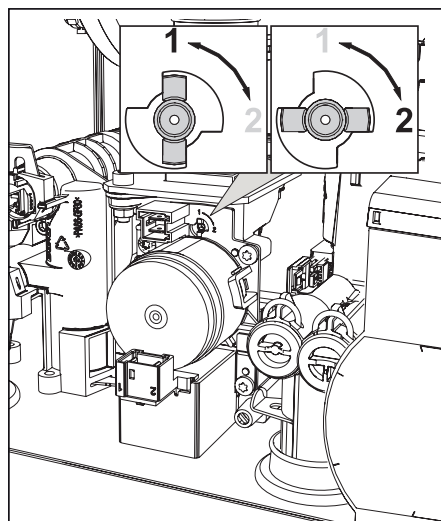

fig. 164 -
3. Ruotare il Throttle (fig. 164) secondo la posizione indicata nella "Tabella. 9 - Posizione THROTTLE e impostazione parametro".